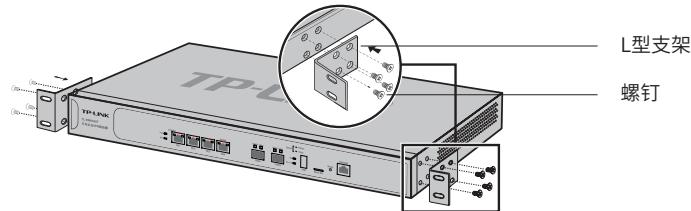

图2-1 支架安装示意图
2. 将配件中的两个L型支架分别安装在路由器面板的两侧,并用配件中提供的螺钉固定,如图2-1所示;